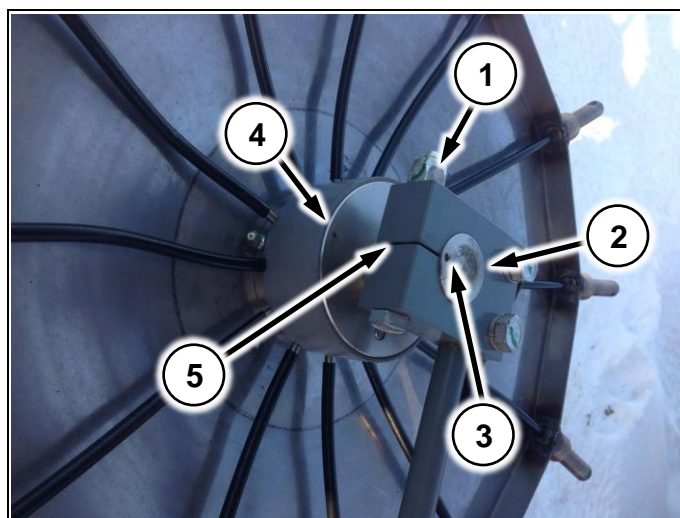

Рис. 145
1. Ослабьте болт (Рис. 145/1)
2. Вращайте ось диска (Рис. 145/2)
3. Добейтесь совпадения точек (Рис. 145/3) и (Рис. 145/4) с прорезью (Рис. 145/5)
4. Затяните болт (Рис. 145/1)